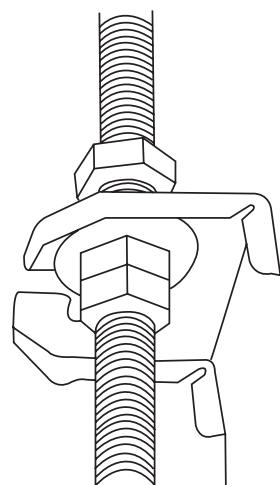

Рис. 4.11
8. Установите внутренний блок. Для подъема и закрепления блока требуется не менее двух человек. Введите монтажные болты в отверстия для подвески блока. Закрепите болты, используя прилагаемые шайбы и гайки (см. рис. 4.11).